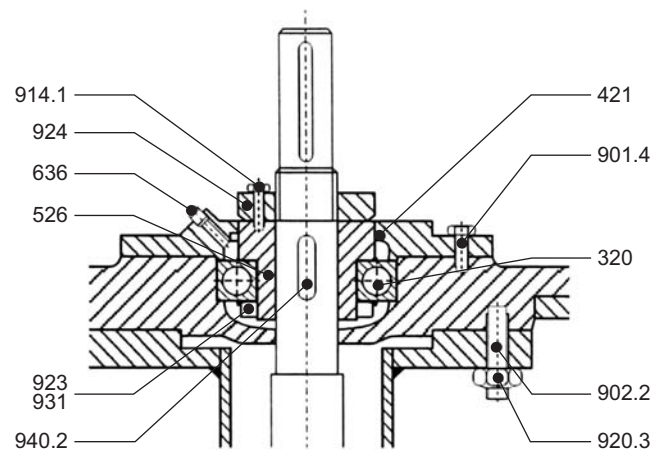

Fig. 15
01. La holgura axial entre el rodete (230) y la tapa de presión (163) debe ser ajustada, utilizándose la tuerca de ajuste (924). Para esto, apretar la tuerca hasta el rodete se apoye en la tapa de presión (Vide fig. 15).